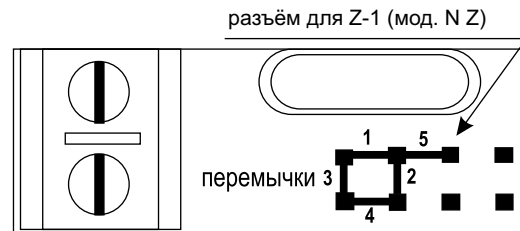

Рис. 2 Положение перемычек
2. Установите защитный диод (см. рис.5). В случае, если замок электромеханический, установите перемычку в положение 1 (см. рис.2).
В комплект поставки контроллера Z-5R (мод. 5000) входит переключатель, который используется для программирования контроллера (всего пять положений) (см. рис.2).